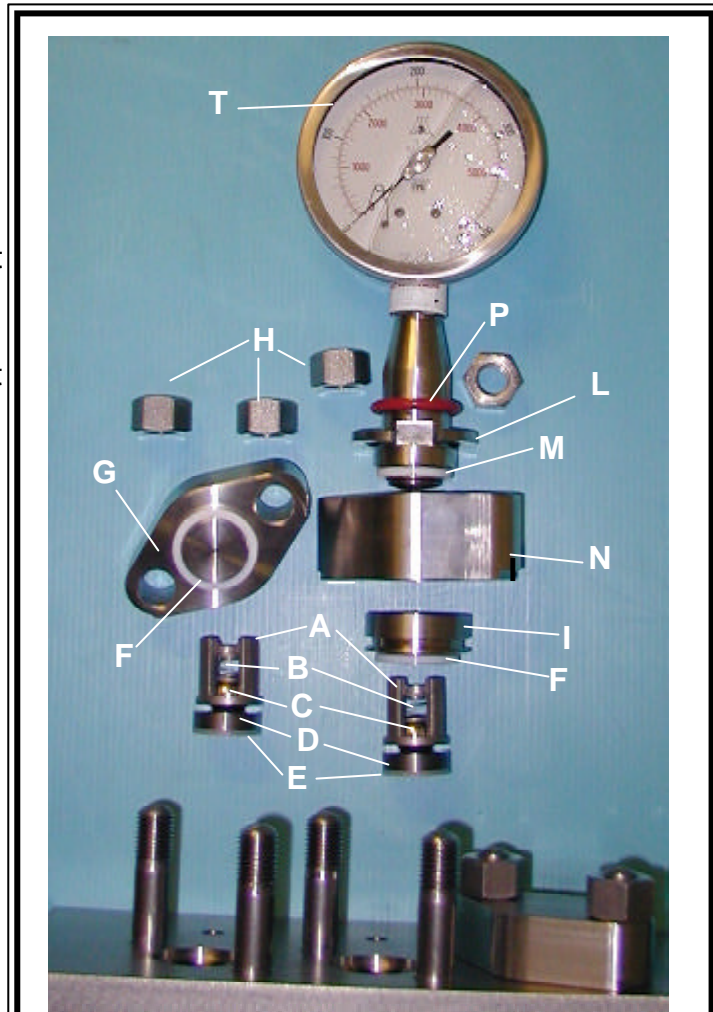

Fig. 4.4.2 - Explosionszeichnung der Ventilgruppe Ausgang -
Wenn der Druck nicht mehr angezeigt wird, wie bei neuer Maschine oder die untere Membrane (in der Nähe der Dichtung „M“ in Fig. 4.4.2) beschädigt ist, ist es auszutauschen.
- Siehe Fig. 4.4.2, die Schraubenmuttern „H“ abschrauben gegen Uhrzeigersinn.
- Siehe Fig. 4.4.2, das Manometer „T“ einführen in den entsprechenden Flansch „N“.